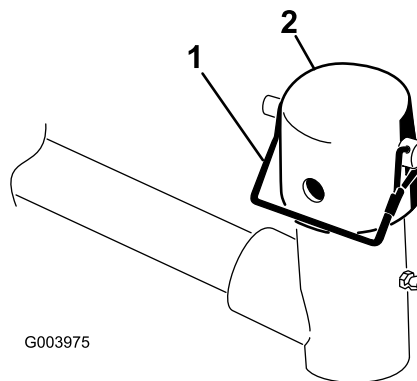

図 9
2. 昇降アームのピボットヨークからスナッパピンとキャップを外す 図 9。
注 カッティングユニットをステアリングモードで使う場合はスロットを使い、固定モードで使用する場合には、穴を使う 図 9。